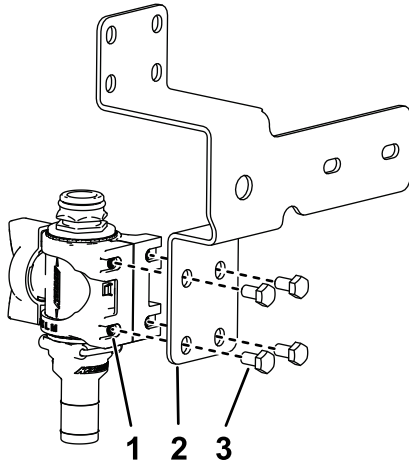

Bild 28
7. Befestigen Sie die Ventilbefestigung mit den vier Bundkopfschrauben (M6 x 12 mm) an der mitgelieferten Regelventilhalterung (**Bild 28**); ziehen Sie die Schrauben mit 10–12 N·m an.